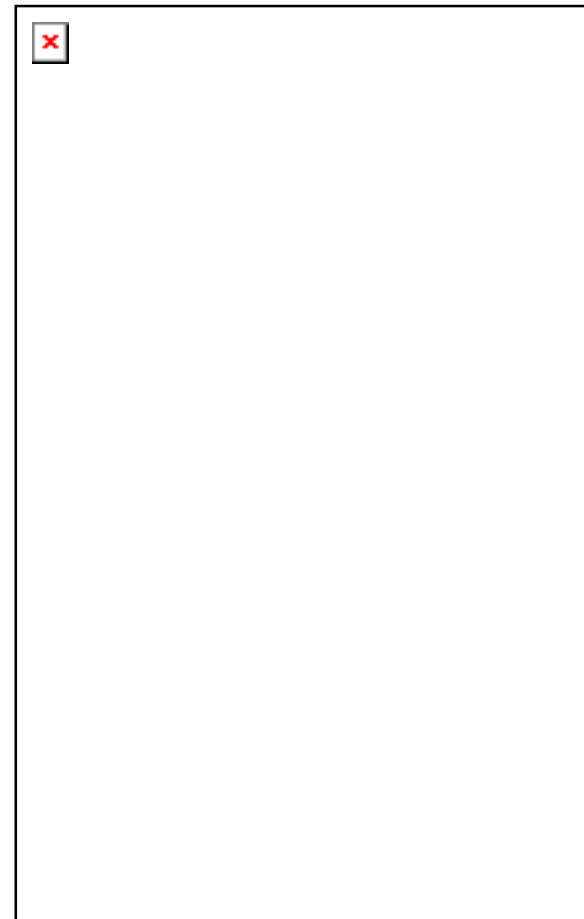

Рис. 7. Подъем автомобиля за поддомкратные площадки
7.3. Подъем легкового автомобиля за поддомкратные площадки (см. Рис. 7)
7.3.1. Во вставки поворотных балок установить круглые опоры поз.1 (см. Рис. 7).